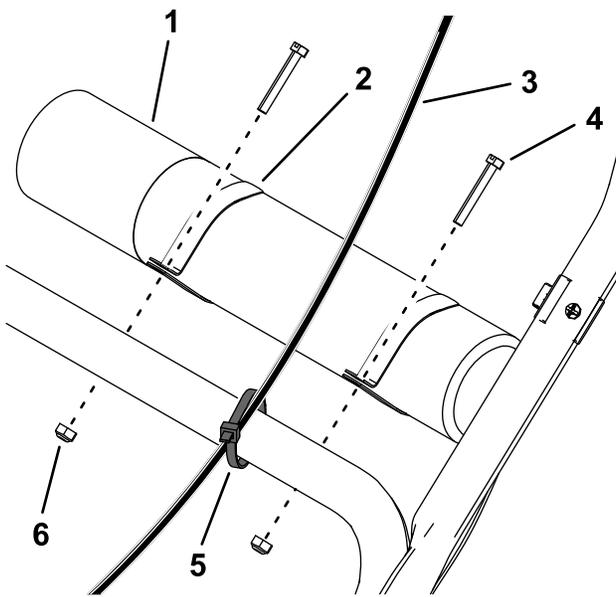

Figura 4
2. Sujete el cable del acelerador sobre el mango inferior con una brida (Figura 4).
- Deslice las abrazaderas en el tubo del *Manual del operador* e instálelo sobre el mango inferior con 2 pernos de cabezal ranurado y 2 contratuercas (Figura 4).